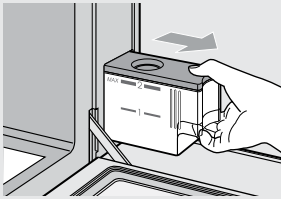

Figura 1
2. Lave el reservorio y su tapa la primera vez que lo use. (Figura 1)